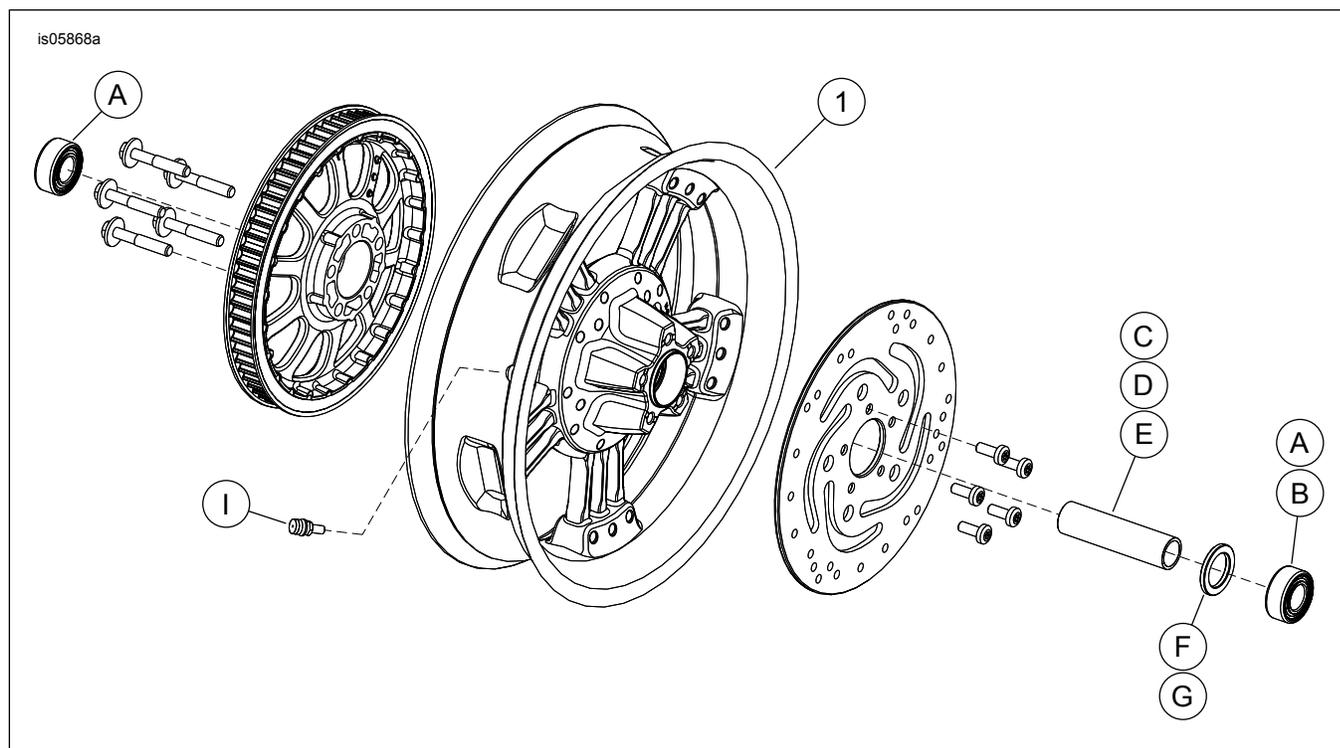

Figura 1. Piezas de servicio: Rueda trasera Magnum 5 (se muestra la de 17 pulg.)
Estos kits incluyen solamente la rueda personalizada. Consulte la Figura 1. y Tabla 2.
- Vea Figura 1. Instale el conjunto del vástago de la válvula (I) en la rueda siguiendo las instrucciones en el Manual de servicio correspondiente.